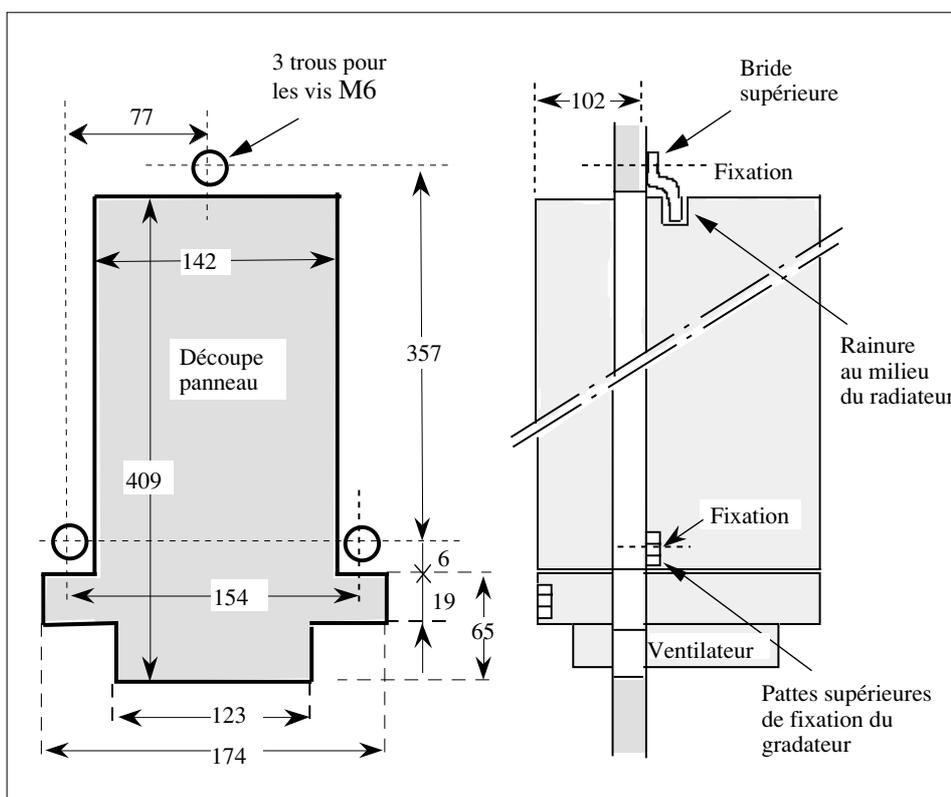

Figure 4 Cotes de perçage, découpe et fixation du gradateur ventilé (75 à 125A)
- a. Installer les **deux vis M6** inférieures dans l'armoire en respectant les cotes de perçage données (figure 4).